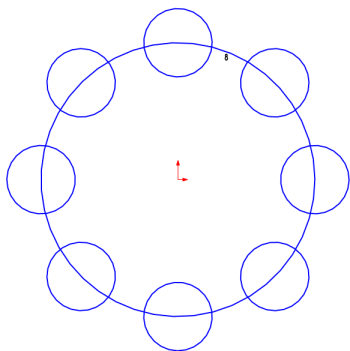

图 14-3 圆周阵列草图
(3) 单击【圆周草图阵列】按钮，选择小圆对象，设置【实例数】为 8，单击【确定】按钮，即可圆周阵列草图，如图 14-3 所示。